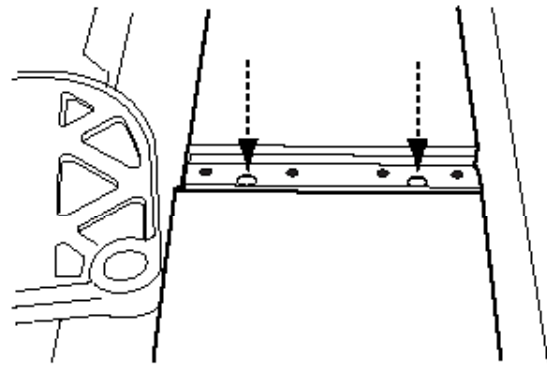

FIGURE 9
7. Localiser les deux vis de réglage sur la lame exposée. Voir Figure 9.